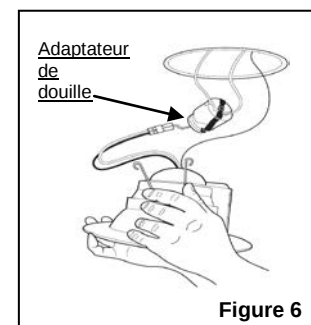

Figure 6
2. Brancher le connecteur orange de l'adaptateur de douille E26 dans le connecteur orange compatible du module DEL (voir Figure 6). ou,